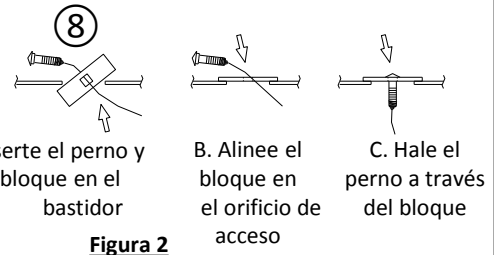

Figura 2
1. Retire la fascia del parachoques; retire (5) tornillos (de cada lado) de la fascia del parachoques, (4) tornillos plásticos y (4) pestañas en la parte inferior de la fascia. Abra el maletero y retire el sello hermético. Utilice las herramientas plásticas de recorte para aflojar la pestaña de la fascia en ambos lados y desconecte el conector eléctrico del lado del pasajero. Hale suavemente la fascia lejos del vehículo.
2. Retire los (4) pernos M8 inferiores existentes del montaje del parachoques. Devuelva los pernos al propietario del vehículo.
3. Inserte el perno de carruaje ① y el espaciador ② a través de las ranuras en la parte inferior de los largueros del bastidor utilizando los alambres de halar ⑧, como se muestra en la Figura 2. Deje los alambres de halar unidos.
4. Coloque los (4) espaciadores de 1/4" ⑥ en ambos soportes laterales (el orificio del espaciador se alinea con las ranuras del enganche). Levante el enganche a su posición, por encima del escape, e inserte los alambres de halar instalados previamente a través de los orificios en la barra de enganche. Retire los alambres de halar y sin apretar instale la arandela cónica y la tuerca hexagonal ③ ④ al enganche. Doble el protector de calor si es necesario.
5. Asegúrese de que el orificio en el bloque se alinee con ranuras en el soporte. Instale sin apretar (4) pernos M8 ⑤ y (4) arandelas cónicas ⑦ en las tuercas de soldar del montaje del parachoques existente.